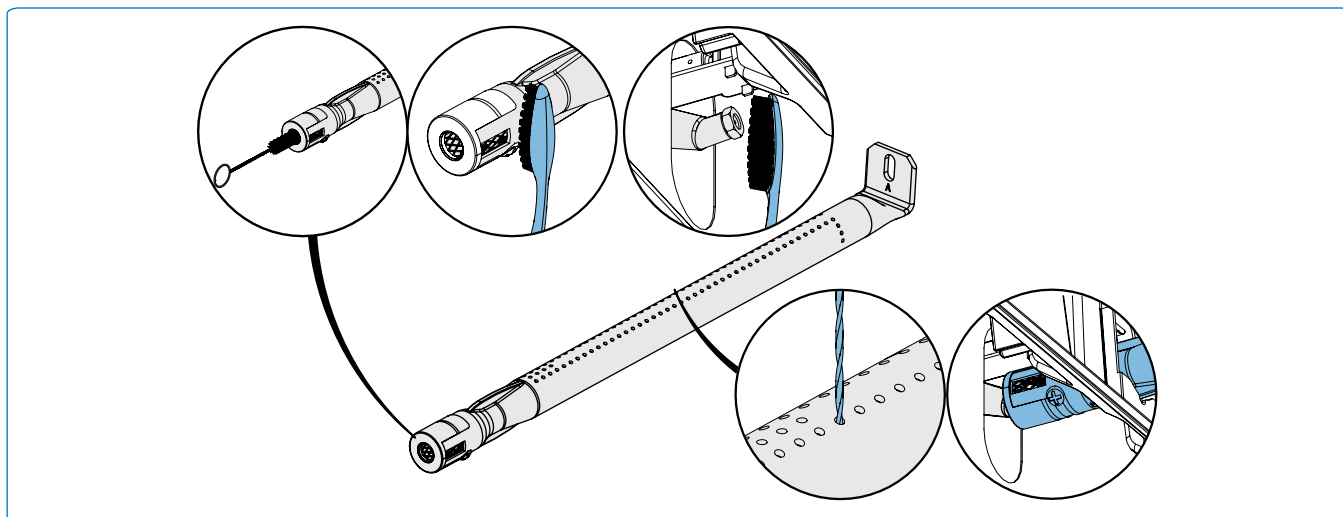

Fig. 19
1. Retirez la ou les vis qui fixent le brûleur à la paroi arrière du barbecue. Faites glisser le brûleur vers l'arrière et vers le haut pour le retirer. **(Fig. 19).**